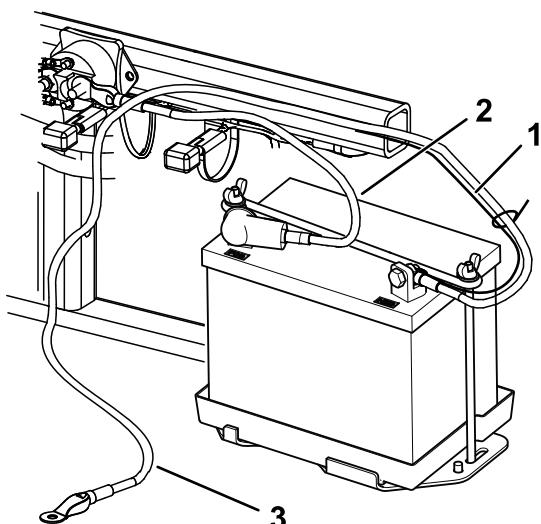

Figura 6
- Fixe o cabo positivo (vermelho) ao terminal positivo (+) com um parafuso (1/4 pol. x 5/8 pol.) e uma porca de bloqueio (Figura 6).
3. Fixe o pequeno cabo preto e o cabo negativo (preto) ao terminal negativo (-) da bateria com um parafuso ($\frac{1}{4}$ pol. x $\frac{5}{8}$ pol.) e uma porca de bloqueio ($\frac{1}{4}$ pol.) (Figura 6).